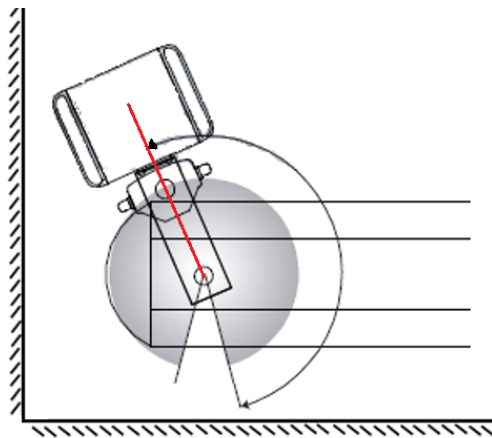

Abb. 21 Befestigung des Anschlags für die Drehung nach links an einer Säule mit Auslegerarm.
- Nehmen Sie gegebenenfalls die Einstellung für die Drehung nach links vor. Befolgen Sie dazu die in diesem Punkt angegebenen Schritte und beachten Sie, dass Sie zur Befestigung des Anschlags links die Säule in die maximale Position für die Drehung nach links bringen und dann die zuvor entfernte Inbusschraube ② wie in Abbildung 21 gezeigt anbringen müssen.